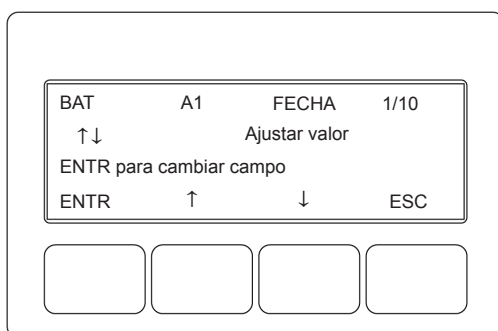
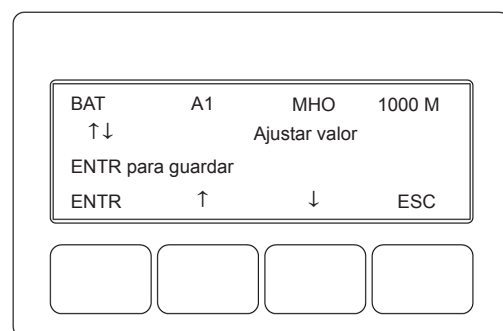

Fig. 2-24, Ingresar Código de Fecha de Baterías
Fig. 2-25, Ingresar Lectura de MHO de Baterías
- Ingrese el código de FECHA de las baterías y las lecturas de MHO (conductancia). La fecha de las baterías y las lecturas de MHO pueden ingresarse en la LCD (consulte la Fig. 2-24 y Fig. 2-25).